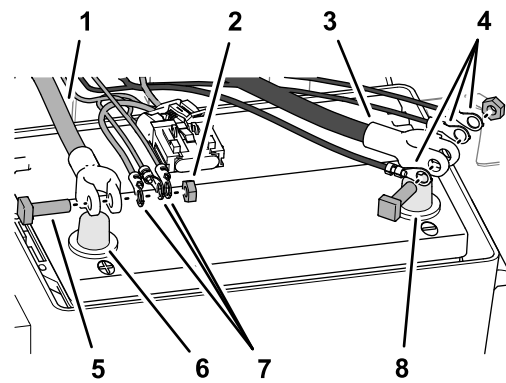

Figure 162
4. Retirez les boulons en T et les écrous hexagonaux des cosses des câbles de batterie positif et négatif (Figure 162).